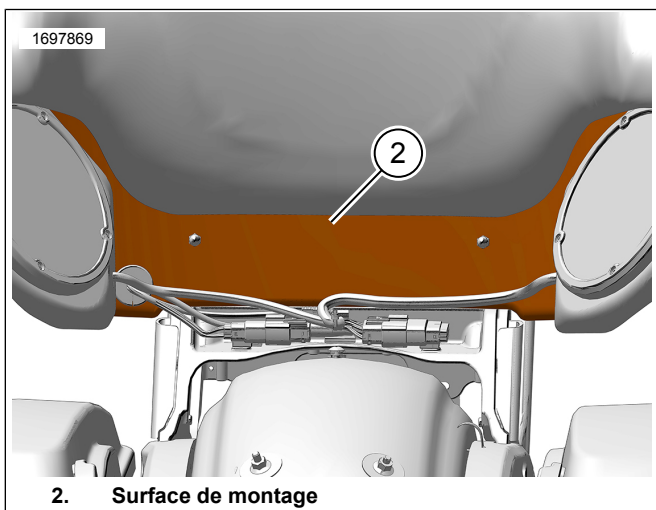

Figure 10. Surface de montage
2. Voir la figure 10. Installer les attaches de retenue de faisceau de câbles.
- b. Laisser sécher complètement la surface de montage (2).